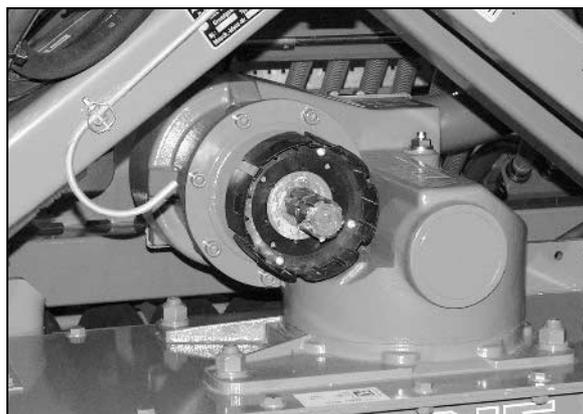

Fig. 12
- o d'un boîtier principal à pignon interchangeable avec limiteur débrayable à cames intégré (Fig. 12)